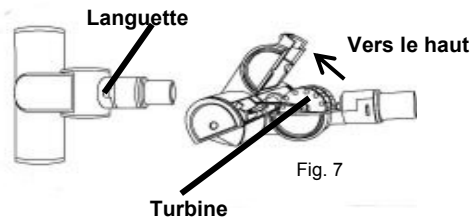

Fig. 7
2. Faites glisser la languette vers l'avant et inclinez le haut du boîtier de la brosse vers le haut. Le haut du boîtier est muni de charnières et s'incline à environ 45° seulement. (Fig. 7)